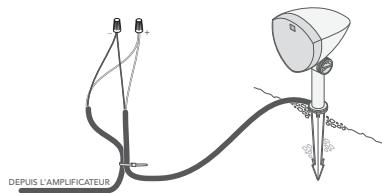

Figure 7
- En commençant par l'enceinte la plus éloignée de l'amplificateur, dénudez 3/4po d'isolation sur l'extrémité coupée des câbles pleine terre pour le canal d'amplification approprié, conformément aux tableaux ci-dessous, puis dénudez l'isolation des extrémités du câble de l'enceinte correspondante (voir la Figure 7).
- Connectez le câble pleine terre au câble de l'enceinte à l'aide d'un collier de serrage (voir Figure 7).